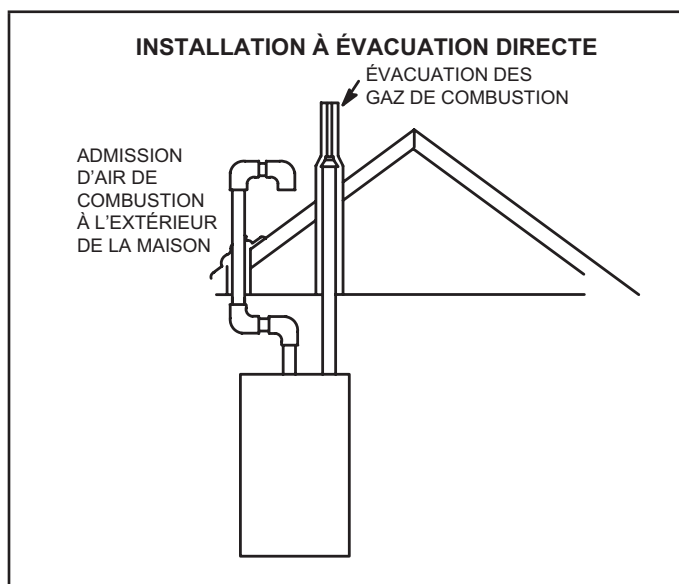

FIGURE 2
**REMARQUE** - En évacuation directe, l'air de combustion est prélevé à l'extérieur et les gaz de combustion sont évacués à l'extérieur. Voir la FIGURE 2 pour les installations avec terminaison sur le toit.